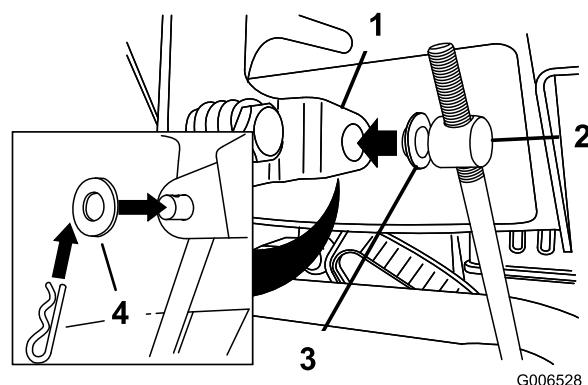

Рисунок 6
3. Выньте шплинт и снимите внешнюю шайбу с цапфы на верхнем конце штока управления скоростью (Рисунок 6).
**Примечание:** Для облегчения монтажа оставьте плоскую шайбу на цапфе (Рисунок 6).
6. Поднимите шток управления скоростью и вставьте цапфу в отверстие рычага переключения скоростей (Рисунок 6).
- B. Отсоедините цапфу от рычага переключения скоростей (Рисунок 6).
- C. Поверните цапфу на штоке управления скоростями вниз (по часовой стрелке) (Рисунок 6).
- D. Присоедините цапфу к рычагу переключения скоростей (Рисунок 6).
- C. Поверните цапфу на штоке управления скоростями вверх (против часовой стрелки) (Рисунок 6).